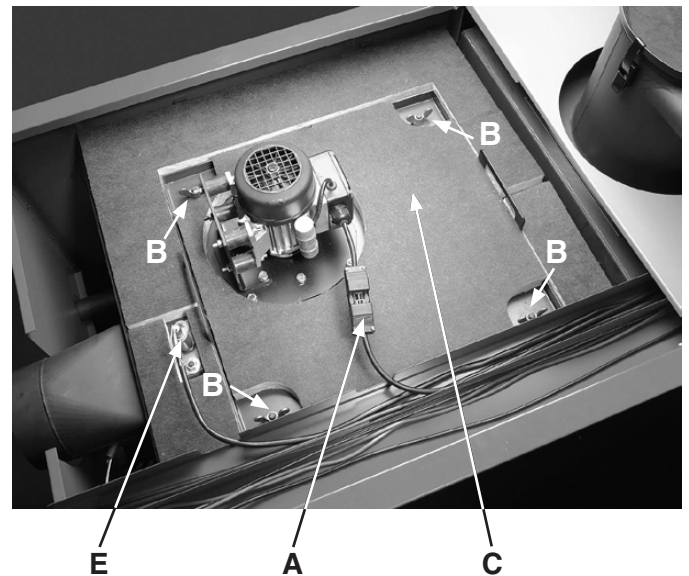

Bild 12
Zusätzlich zu den unter "Reinigung alle 2-6 Monate" beschriebenen Punkten muss einmal im Jahr der Abgassammler gereinigt werden. Dazu Abgassammlerdeckel samt Gebläse demontieren (Bild 12).
- Sterngriff abschrauben (2, Bild 12), Gewindestange herausziehen und Aschebox nach vorne wegfahren. Abdeckung der Aschebox abnehmen. Asche entsorgen.